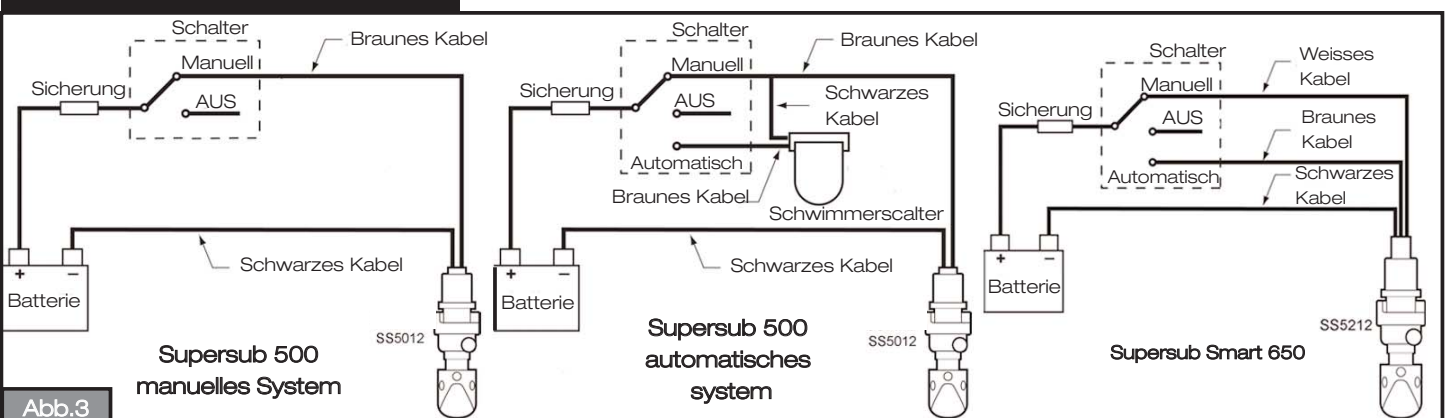

Abb.3
| BE9002 | Schwimmerschalter (Abb.3, Supersub 500 Automatiksystem) |
| Bild 3. | Elschema |
- BE9002 Nivåvakt (se Bild 3, Supersub 500 Automatiskt system).
Steg 1: När dessa pumpar installeras som enskilda produkter måste de startas genom att brytaren ställs i ON-läge (Bild 3, Supersub 500 Manuella system).
Steg 1: När pumpen används tillsammans med BE9001 eller BE9002 kan den lämnas i läge Automatisk eller ändras till Manuell start (Bild 3 Supersub 500 Automatisk system).
Steg 1: Sätt 3-vägsbrytaren i position Supersub Smart 650 /Automatisk (Bild 3 Supersub Smart 650) och pumpen kommer att starta när det behövs. Lägg ett finger över sensorområdet för att kontrollera att pumpen startar, ta bort fingret och invänta att pumpen stannar (15 sekunder). Kontrollera pumpen regelbundet för att säkerställa fritt flöde (Bild 5).